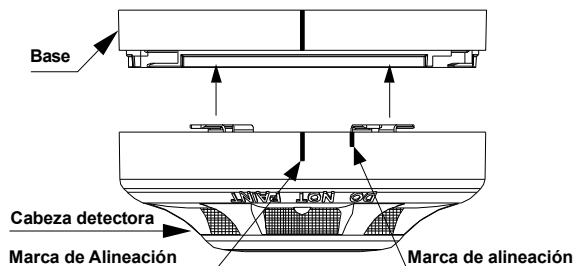

Fig. 3: Montaje del detector en la base
1. Alinea la marca de alineación del detector con la marca corta de alineación en la base, como se muestra en la Fig. 3.